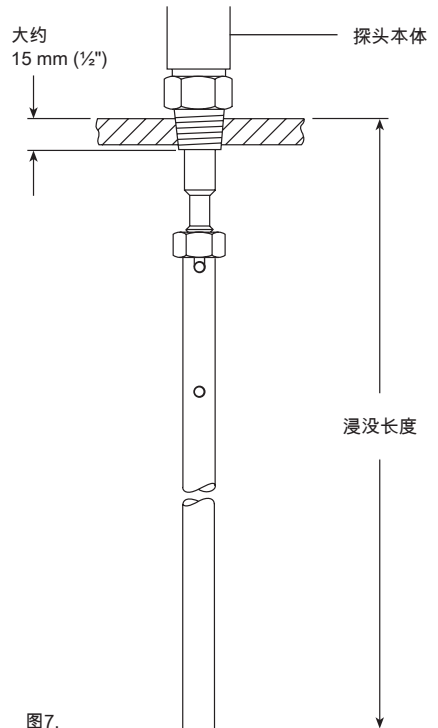

图7.
- 将探杆拧到探头上，直到探头中的孔与探杆中的槽底部对齐（参见图7）。
- 使用细钢锯将探杆切割至此长度（见图7）。